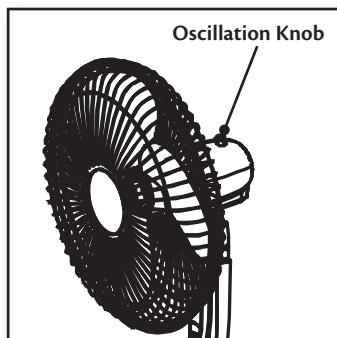

Figura 17.
4. Para iniciar/detener la oscilación del ventilador, presione o tire de la perilla ubicada en la parte posterior del conjunto del ventilador, o presione el botón de oscilación del control remoto. Figura 17.